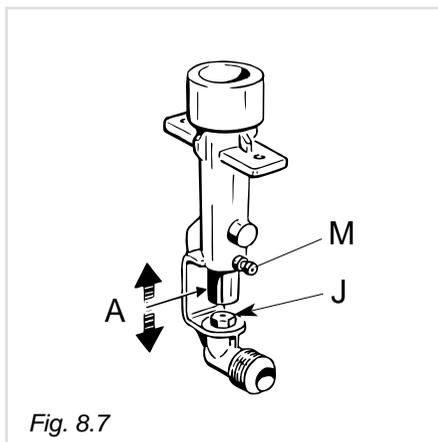

Fig. 8.7
- Allentare la vite "M" da ciascun portainiettore ed alzare completamente il tubetto di regolazione aria "A" (fig. 8.7).